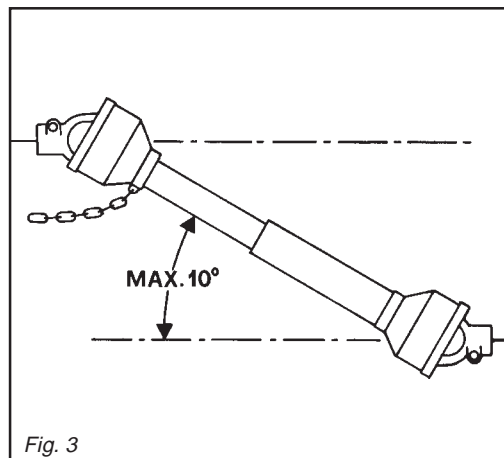

Fig. 3
- 39) Disinserire, sempre, la presa di forza quando l'albero cardanico fa un angolo troppo aperto (mai oltre i 10 gradi - Fig. 3) e quando non viene usata.
- 39) *Always disengage the pto when the cardan shaft is set at an excessively open angle (never beyond 10 degrees - Fig. 3) and when it is not in use.*
- 39) Die Zapfwelle immer ausschalten, wenn die Gelenkwelle einen zu großen Winkel einnimmt (nie über 10 Grad - Abb. 3) und wenn sie nicht gebraucht wird.
- 39) *Débrayez toujours la prise de force quand l'angle de l'arbre à cardans est trop ouvert (jamais plus de 10 degrés Fig. 3) et lorsque vous ne devez pas l'utiliser.*
- 39) Desactivar, siempre, la toma de fuerza cuando el árbol cardánico hace un ángulo demasiado abierto (nunca superar los 10 grados - Fig. 3) y cuando no la usamos.